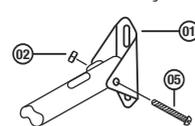

Fig. 04
1. Leve o ventilador até o suporte (01);
2. Alinhe o furo da haste, já com a borracha compensadora colocada, com o furo do suporte e fixe com o parafuso (05) e porca (02). Fig. 04.